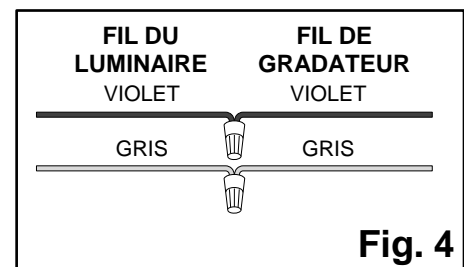

Fig. 4
12. Branchez le **fil d'alimentation noir** et le **fil d'alimentation blanc** au **connecteur rapide**. Reliez le **fil de terre d'alimentation** au **fil du luminaire** à l'aide de une **capuchon de connexion** (**Fig. 4**).
13. Connecter les **fils violet et gris du luminaire** aux fils correspondants de la mur 0-10V gradateur (**Fig. 4**).